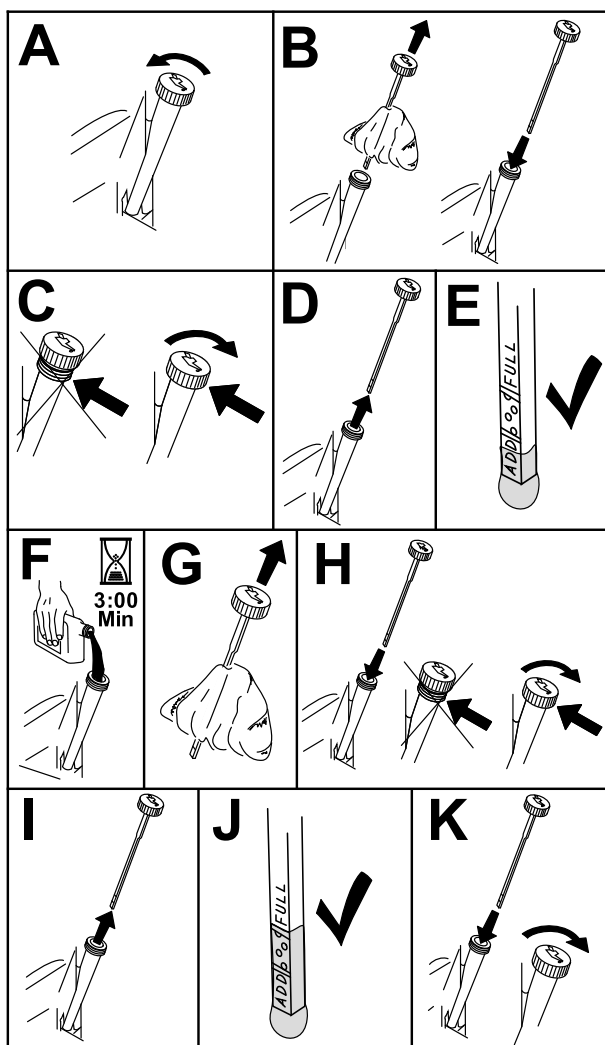

Рисунок 42
3. Чтобы не допустить попадание грязи, скошенной травы и т.п. в двигатель, очистите поверхность вокруг крышки маслозаливной горловины и масломерного щупа, прежде чем снимать их (Рисунок 42).